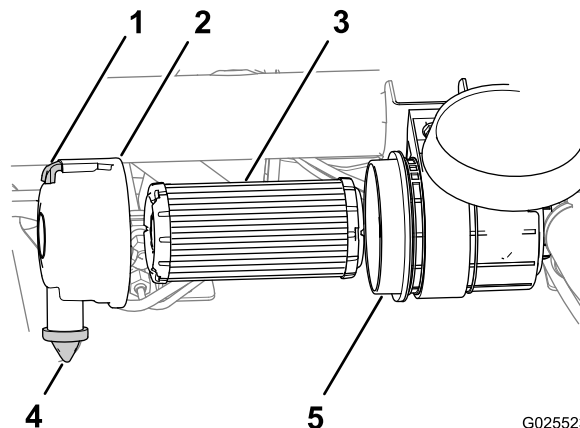

Figura 50
1. Tire hacia fuera del enganche y gire la filtro de aire en sentido antihorario (Figura 50).
3. Retire el filtro de aire de la carcasa (Figura 50).